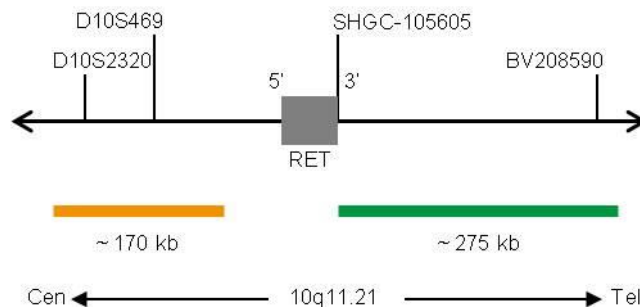

Fig. 1: SPEC RET Mapa da sonda (sem escala)
- Polinucleótidos (~10 ng/μl) com marcação ZyGreen (excitação 503 nm/emissão 528 nm), dirigidos ao mapeamento de sequências alvo em 10q11.21* (chr10:43,626,274-43,902,346) distais à região de quebra do RET (ver Fig. 1).
- Polinucleótidos (~4.5 ng/μl) com marcação ZyOrange (excitação 547 nm/emissão 572 nm), dirigidos ao mapeamento de sequências alvo em 10q11.21* (chr10:43,340,888-43,510,171) proximais à região de quebra do RET (ver Fig. 1).